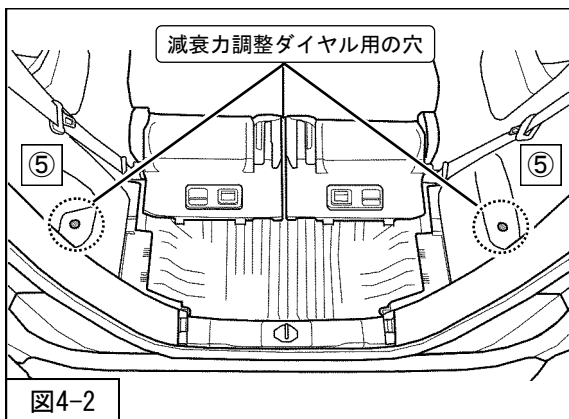

図4-2
- 3. ⑤リアサイドライニングを取付け、減衰力調整ダイヤル用の穴を開けてください。(図4-2)
- 4. ⑤リアサイドライニングを一度取外してください。(図4-2)
リアの減衰力調整は、リアサイドライニング（図4-2）に減衰力調整ダイヤル用の穴を開け、減衰力調整ダイヤル（同梱品）で行ってください。調整時以外は、グロメット（同梱品）を取付けてください。